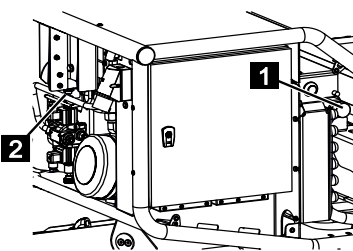

Fig. 205
5. Enfoncer la vanne [Appui, chenille] (Fig.205/1) et la verrouiller dans le sens des aiguilles d'une montre.
6. Visser la vanne [LS] (Fig.205/2) à fond dans le sens des aiguilles d'une montre.